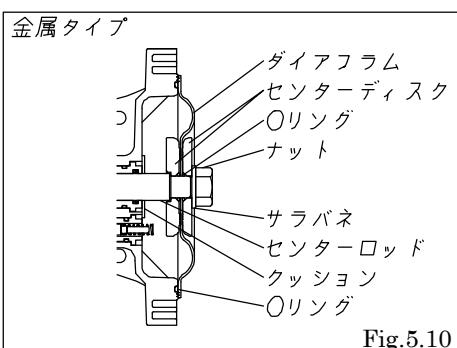
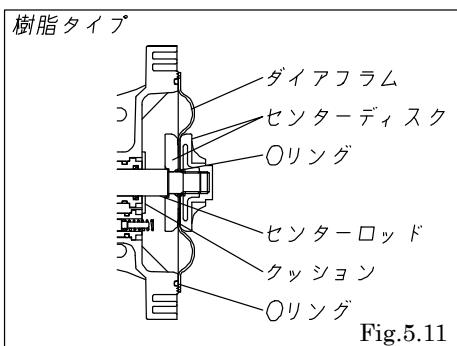

Fig.5.10
Fig.5.11
- ボディ両側の溝に O リングを取り付ける。 [Fig.5.10, Fig.5.11]